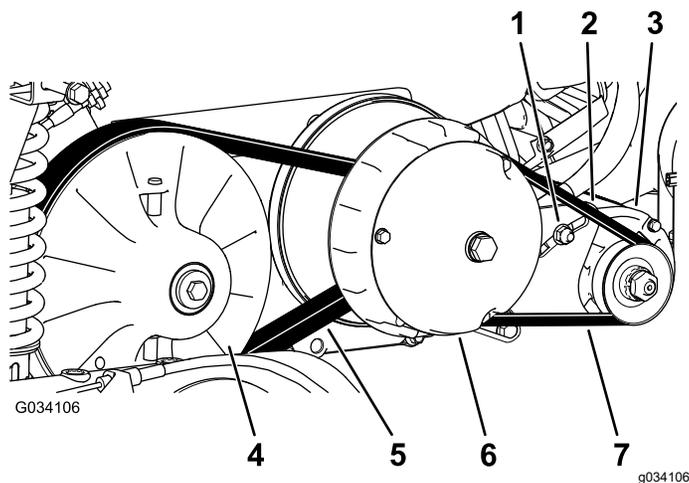

Figura 66
6. Fate girare la cinghia (Figura 66) ed ispezionatela per rilevarne eventuale segni di eccessiva usura o danni.
3. Girate la cinghia e fatela passare sulla frizione secondaria (Figura 66).
4. Rimuovete la cinghia dalla frizione primaria (Figura 66).
5. Allineate la nuova cinghia sopra la frizione primaria (Figura 66).
6. Girate la cinghia e fatela passare sulla frizione secondaria (Figura 66).
2. Allentate il dado di rotazione del generatore di avviamento (Figura 66).
4. Applicate una pressione verso il basso sul piede di porco per ruotare il motorino di avviamento fino alla fessura in modo che la tensione della cinghia consenta soltanto una flessione di 6 mm della cinghia stessa con forza pari a 44 N·m (Figura 66).
5. Serrate manualmente il dado di rotazione e rimuovete il piede di porco (Figura 66).